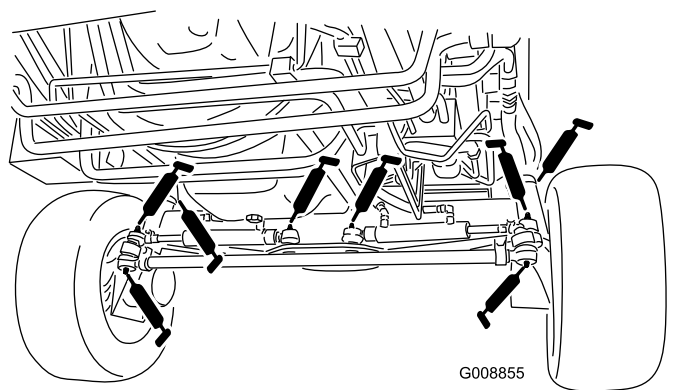

図 78
- ステアリングシリンダのボールジョイント 4ヶ所 図 78
- タイロッドのボールジョイント2ヶ所 図 78
- キングピンのブッシュ2ヶ所(図 78)